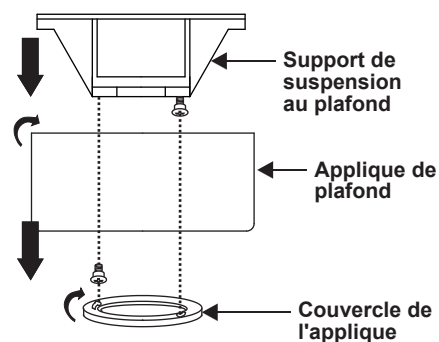

Figure 5
1. Retirez le couvercle inférieur de l'applique décorative en tournant le couvercle dans le sens inverse des aiguilles d'une montre. (Fig. 5)
2. Retirez le support de suspension de l'applique en retirant les vis 1 de 2 du bas du support de suspension et en desserrant l'autre d'un demi-tour à partir de la tête de vis. Ensuite, tournez l'applique dans le sens inverse des aiguilles d'une montre pour retirer le support de suspension de l'applique. (Fig. 5)